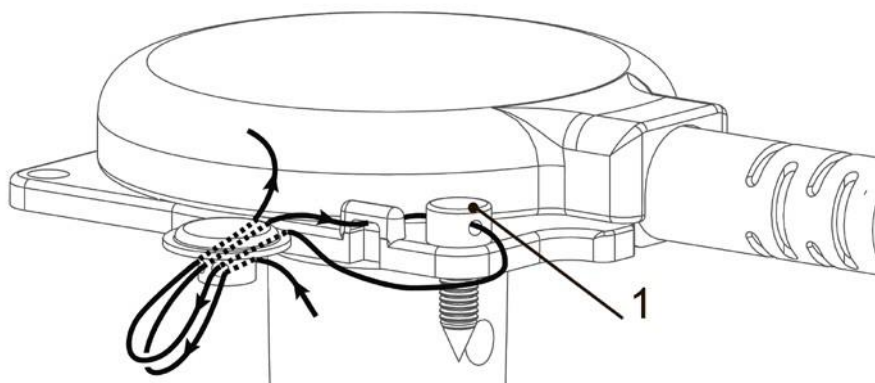

Рис. 5.1 Установка защитной пломбы на ДУТ
1. Закрепите стопорный винт (см. 1, рис. 5.1).
2. Проденьте пломбировочную проволоку через отверстия в стопорном винте и корпусе датчика как показано на рисунке (см. рис. 5.1).